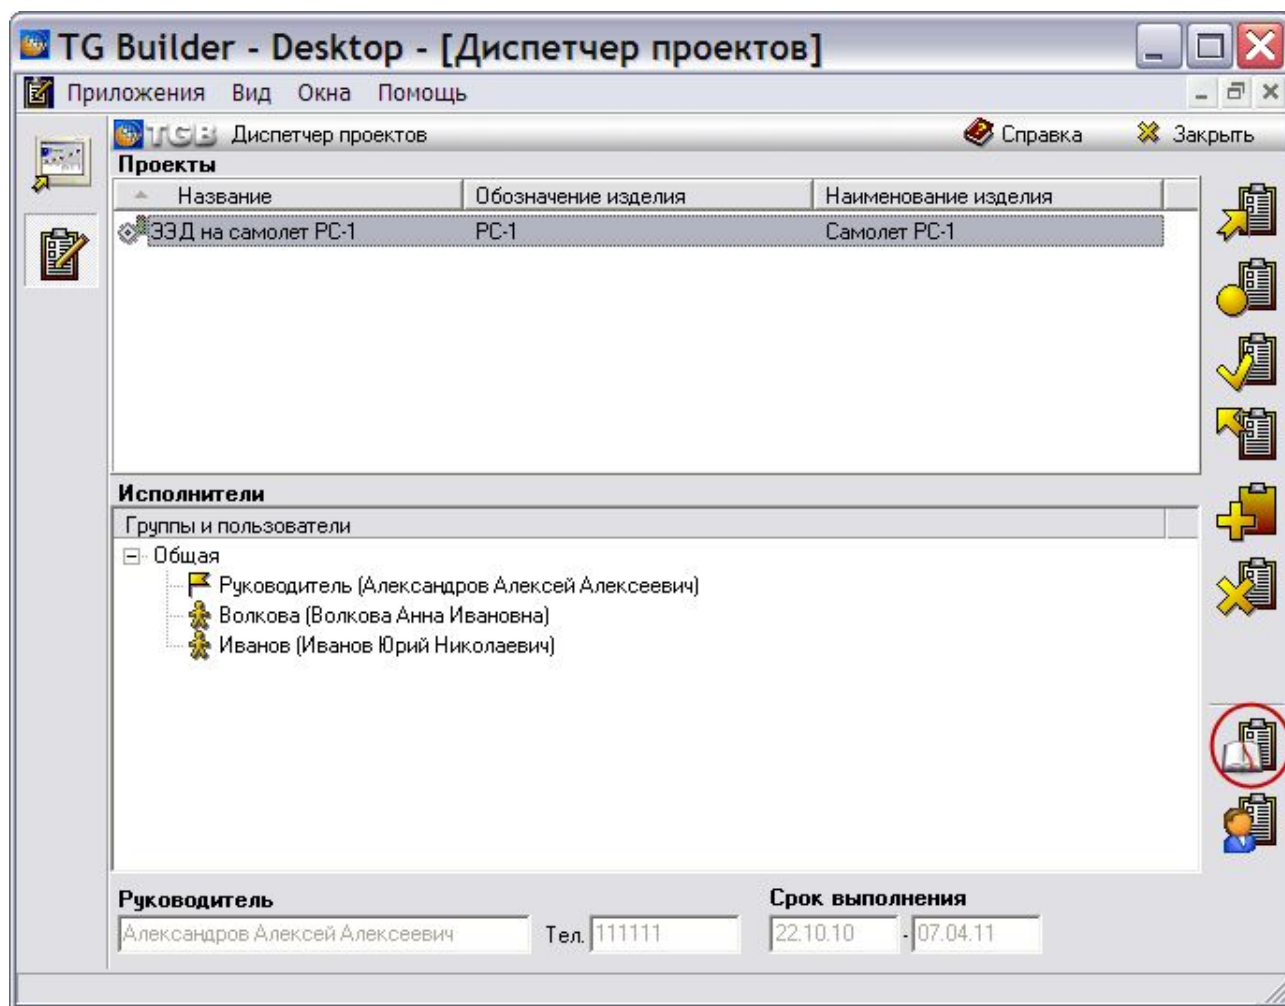

Рис. 2.101
Войдите в **Диспетчер проектов** (Рис. 2.101).
1. В окне **Диспетчер проектов** выделите нужный проект. После этого станут доступны кнопки правой панели инструментов (Рис. 2.101).